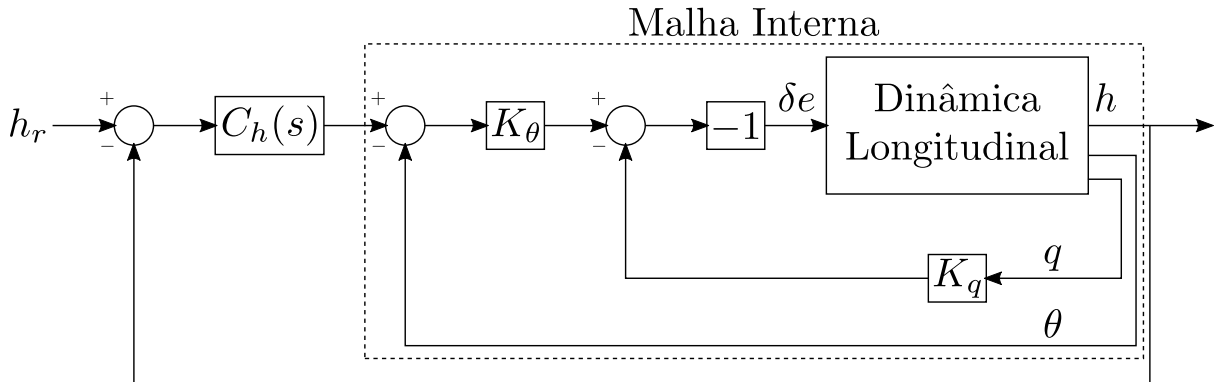

Figura 3: Autopiloto longitudinal com malhas aninhadas.
Dada a função de transferência apresentada em (11), projetar um controlador de altitude diretamente é muito complicado. Assim, usa-se uma estratégia já adotada diversas vezes durante o curso: uso de malhas aninhadas, com uma malha interna de arfagem (θ) rápida, de modo a facilitar o projeto da malha externa de altitude (h), como mostra a Figura 3. Perceba que usar realimentação (*feedback*) de ângulo e velocidade angular de arfagem para melhorar o amortecimento de uma malha de altitude é uma estratégia muito usada em controle de sistemas aeroespaciais [2, 3].
- A partir do código base entregue no arquivo `obterPlantaLongitudinal.m`, defina um sistema dinâmico em representação de espaço de estados de acordo com (10). Considere que o vetor de saídas é $\mathbf{y} = [q \ \theta \ h]^T$. Use a função `ss` do MATLAB para definir o sistema dinâmico a partir das matrizes do espaço de estados.
- Para compensar o efeito discutido no item anterior e evitar trabalhar com ganhos negativos, considere $G_q(s) = -q(s)/\delta e(s)$. Apresente essa função de transferência no seu relatório. A propósito, esse é o motivo de existir um bloco com ganho -1 no diagrama de blocos da Figura 3. **Dica:** use a função `ss2tf` do MATLAB para converter de espaço de estados para função de transferência.
- Mostre que um controlador P+V (com a topologia mostrada na Figura 3) aloca os polos de malha fechada da malha de atitude (entenda atitude como um sinônimo de orientação) na mesma posição que um controlador PD desde que $K_{p\theta} = K_\theta$ e $K_{d\theta} = K_q$. **Dica:** considere $G_q(s) = N_q(s)/D_q(s)$.
em que o -1 está presente devido ao bloco com ganho -1 existente na Figura 3.
- Conclua a implementação do modelo de simulação da dinâmica longitudinal em `boeing747_longitudinal.slx`. Use o diagrama da Figura 3 como base. O modelo Simulink simula ruído de medida no barômetro (sensor de altitude), de modo que a altura medida é $h_m = h + \nu$, em que ν é um ruído com distribuição gaussiana de média nula e variância σ_h^2 , amostrado a uma taxa de 100 Hz , ou seja, a cada $0,01 \text{ s}$, o modelo amostra um novo número aleatório $\nu \sim \mathcal{N}(0, \sigma_h^2)$. Veja a seção de dicas caso ainda tenha dificuldades.